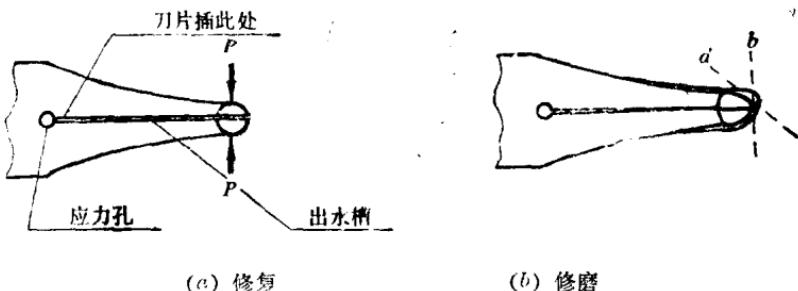

图 2-10
笔头的前端被一出水槽缝中平分，有一定的弹力和张力。出水槽始端有一应力孔，如图2-10，顶端为一颗铱粒。铱粒由两爿组成，从正面看去，为一倒圆角的矩形，如图2-8(a)所示。侧面看去，为一蛋形，如图2-8(b)所示。
(1) 一枚笔尖使用日久后，由于书写时的交变揿压，会使其磨损加快，张力减小，笔迹变粗，以至难以做锋。此时可参看图2-10(a)，用以下方法进行调整修复。
(2) 当经长期书写，铱粒被磨偏而影响笔迹均匀一致时，可参看图2-10(b)，用以下方法进行修磨。